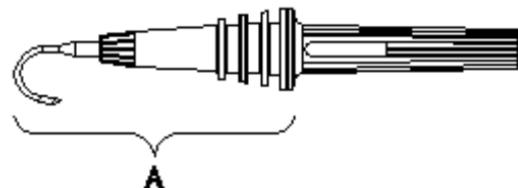

图12. 被测物带电警示界面
测试时，当被测物带电，并大于(DC) 36V和(AC) 72V时，仪器会被禁止继续测试，屏幕会显示如下图12画面，需解除带电，才能继续测试。